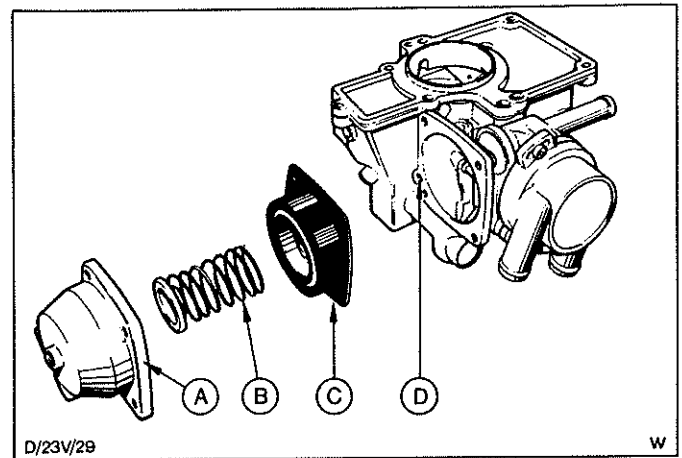

Abb.51 Steuermembraneinheit
15. Steuermembrane mit einem Clip am Gestänge befestigen. Membrangehäuse mit Membranfeder und Sitz nach Abb.51 zusammensetzen und festschrauben.